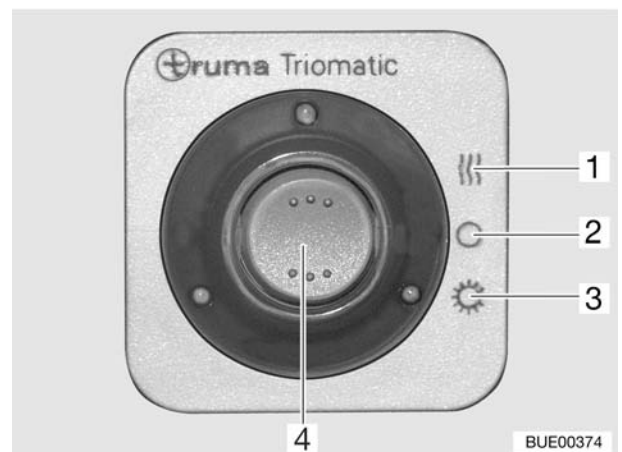

Bild 92 Fernanzeige
Mit der Fernanzeige (Bild 92) wird im Fahrzeuginneren signalisiert, welche Gasflasche in Betrieb ist.
Betriebsart mit dem Wippschalter (Bild 92,4) einstellen.
- Winterbetrieb "Ein und Heizen" (Bild 92,1)
- Aus (Bild 92,2)
- Sommerbetrieb "Ein" (Bild 92,3)